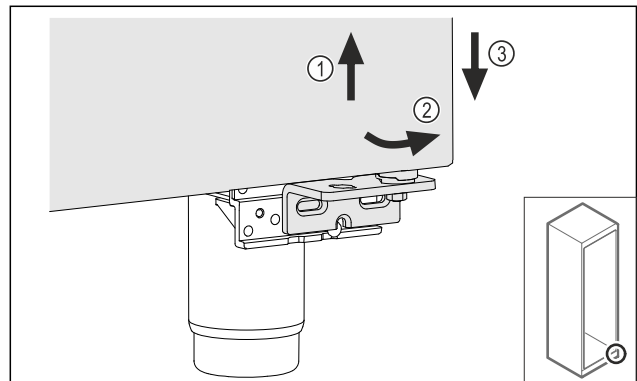

Fig. 21
- Lyft upp dörren något Fig. 21 (1), luta den framåt nedtill Fig. 21 (2) och sänk ned den Fig. 21 (3).